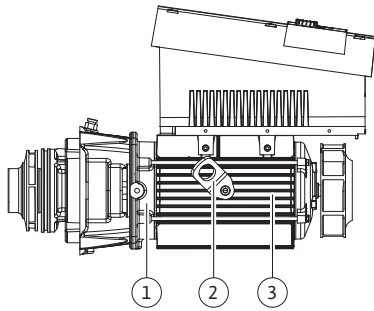

Fig. 13: Conjunto de encaixe
No que diz respeito à montagem, o impulsor (Fig. 6, pos. 6) e a lanterna (Fig. 6, pos. 7) fazem parte do conjunto de encaixe (Fig. 13).
Nesse caso, os olhais de transporte (Fig. 13, pos. 2) são removidos da flange do motor (Fig. 13, pos. 1), deslocados para o corpo do motor e novamente fixados ao corpo do motor (Fig. 13, pos. 3) com os mesmos parafusos.